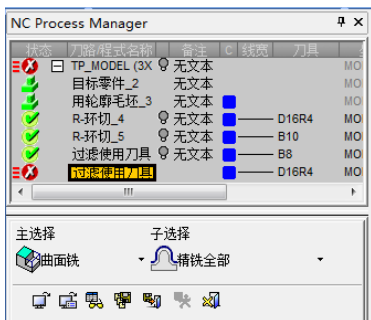

图 3-167 “NC Process Manager”对话框 (4)
1) 创建程序。单击“加工向导”工具栏上的“加工程序”按钮, 弹出“NC Process Manager”对话框(4), “主选择”为“曲面铣”, “子选择”为“精铣全部”, 如图 3-167 所示。